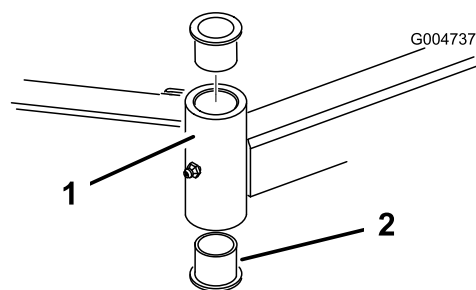

Figure 26
4. Insérez un chasse-goupille dans le haut ou le bas du tube de montage et chassez la bague hors du tube (Figure 26). Chassez ensuite l'autre bague. Nettoyez l'intérieur des tubes de montage.